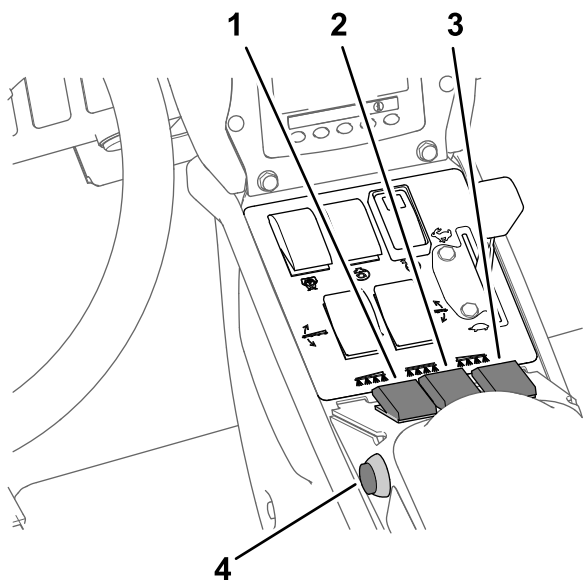

Figura 41
7. Impostate l'interruttore (o interruttori) delle sezioni di irrorazione in posizione di ACCENSIONE (Figura 41).
10. Guidate alla velocità desiderata e poi impostate l'interruttore principale delle sezioni in posizione di ACCENSIONE per iniziare a irrorare (Figura 41).
3. Impostate l'interruttore principale delle sezioni in posizione di SPEGNIMENTO; fate riferimento alla Figura 41 in Irrorazione in modalità tasso di applicazione \(pagina 38\).
7. Impostate gli interruttori delle singole sezioni, come opportuno, in posizione di ACCENSIONE; fate riferimento alla Figura 41 in Irrorazione in modalità tasso di applicazione \(pagina 38\).
9. Guidate alla velocità desiderata e poi impostate l'interruttore principale delle sezioni in posizione di ACCENSIONE per iniziare a irrorare; fate riferimento alla Figura 41 in Irrorazione in modalità tasso di applicazione \(pagina 38\).